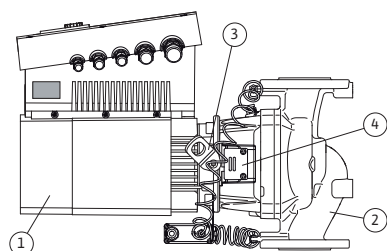

Fig. 10: Pompe complète
La principale caractéristique de la gamme Stratos GIGA est le refroidissement par enveloppe du moteur. Le flux d'air est guidé de façon optimale à travers le long capotage du ventilateur (Fig. 10, pos. 1) pour refroidir le moteur et le module électronique.
La (Fig. 10, pos. 2) montre le corps de pompe avec un guidage spécial de la lanterne pour soulager la roue.
Utiliser les œillets de transport (Fig. 10, pos. 3) comme indiqué aux chapitres 3 « Transport et entreposage », page 129 et 10 « Entretien », page 172.
Le regard masqué par la tôle de protection (Fig. 10, pos. 4) dans la lanterne est utilisé conformément au chapitre 10 « Entretien », page 172 lors des travaux d'entretien. Le regard peut également être utilisé pour contrôler les fuites tout en observant les consignes de sécurité indiquées au chapitre 9 « Mise en service », page 168 et au chapitre 10 « Entretien », page 172.